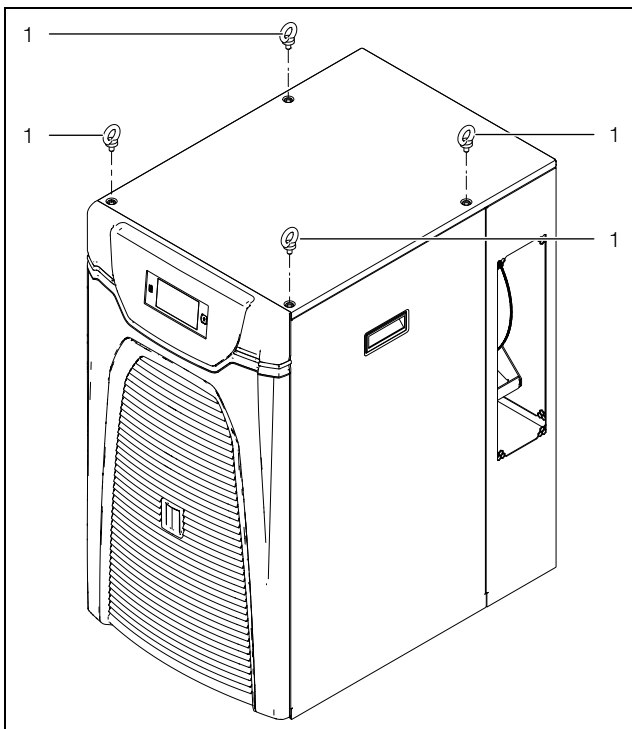

Abb. 29: Transportöse für Transport
- Transportieren Sie den Chiller nur auf der mitgelieferten Palette bzw. an den dafür vorgesehenen Transportösen (Abb. 29, Pos. 1).